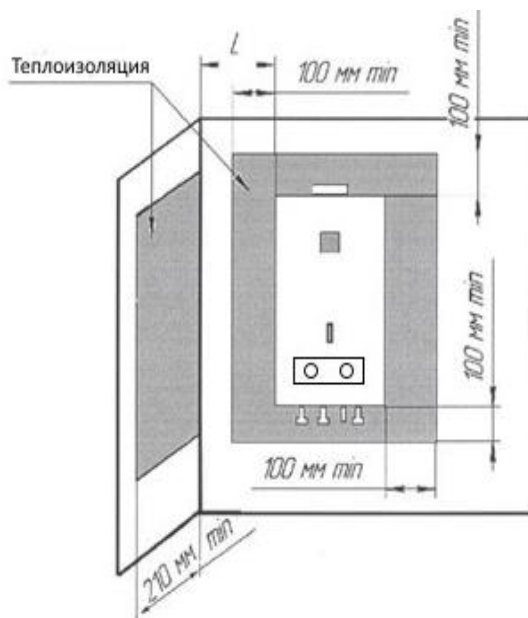

Рис.1 Установка аппарата на трудносгораемых стенах.
6.5. Аппарат устанавливается на несгораемую кирпичную, бетонную (с облицовкой керамической плиткой или без неё) стену. Допускается установка аппарата на трудносгораемых стенах при условии изоляции стены оцинкованным листом толщиной 0,8-1 мм по листу базальтового теплоизоляционного картона БТК толщиной 3-5 мм. Изоляция стены должна выступать за габариты корпуса аппарата не менее чем на 100 мм с каждой стороны (см. рис.1), а расстояние от боковых поверхностей аппарата до трудносгораемых стен без применения изоляции должно быть не менее 250 мм. При уменьшении указанного расстояния до 150 мм необходима установка теплоизоляции.